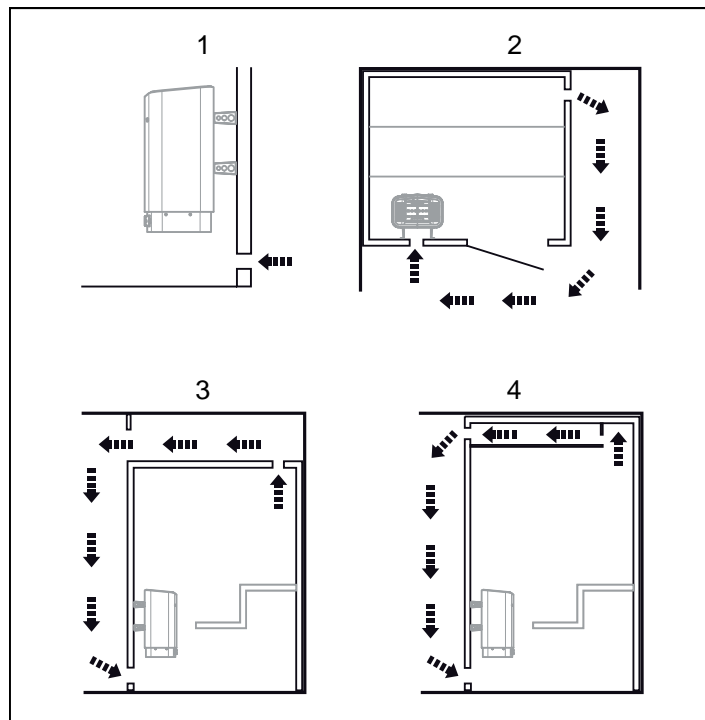

Fig 6: In- och utluftsventilens placering
- med maximalt avstånd till inluftsventilen, t.ex. i diagonal (se Fig 6).
- högt på väggen eller i taket (se Fig 6).